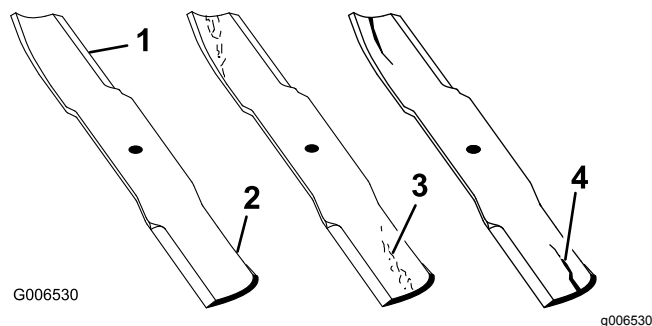

Figura 98
- Inspeccione los filos de corte (Figura 98).
- Si observa fisuras, desgaste o la formación de una ranura en esta zona, instale de inmediato una cuchilla nueva (Figura 98).